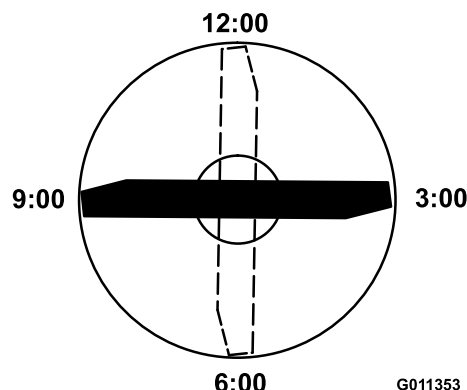

Figura 101
4. Orientate il tagliente dell'estremità marcata della lama sulle ore 12 (esattamente in avanti, nel senso di falciatura) (Figura 101) e misurate l'altezza tra il banco e il tagliente della lama.
5. Ruotate l'estremità marcata della lama sulle ore 3 e sulle ore 9 (Figura 101) e misurate le rispettive altezze.